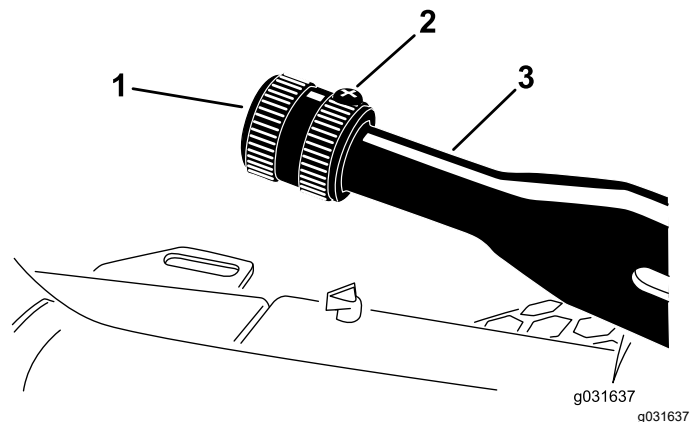

Bild 57
1. Lockern Sie die Stellschraube, mit der das Handrad am Feststellbremshebel befestigt ist (**Bild 57**).